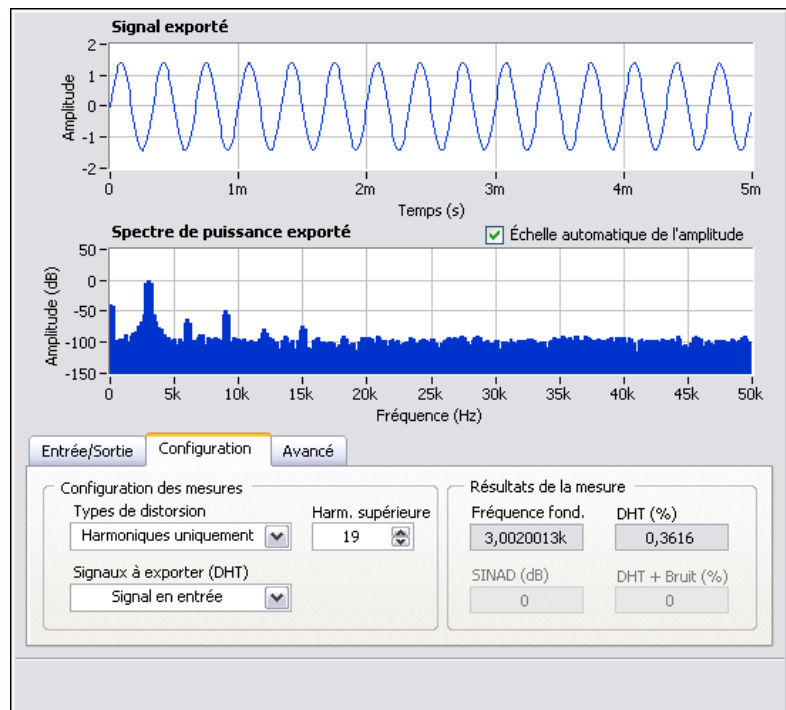

Figure 3-3. Boîte de dialogue de configuration de l'étape Distorsion
1. Double-cliquez sur l'étape Distorsion dans la Vue du projet. La boîte de dialogue Configuration de l'étape pour l'étape Distorsion apparaît, comme le montre la figure 3-3.